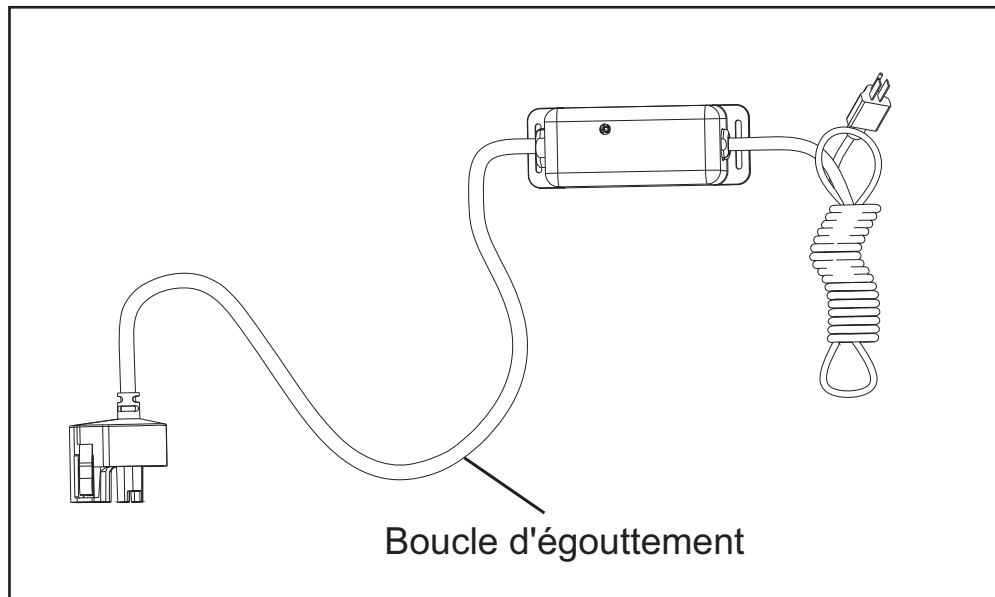

Figure 4 Boucle d'égouttement
- Le dispositif de commande devrait être monté soit au-dessus, soit à côté de la chambre à UV. Montez toujours le dispositif de commande à l'horizontal pour éviter que l'humidité coule le long du cordage et provoque un incendie. Des boucles d'égouttement dans tout le cordage branché au dispositif de commande sont hautement recommandées. Consultez la Figure 4.
- Montez le dispositif de commande horizontalement au mur, à côté de la chambre à UV. Dans l'idéal, placez le dispositif de commande au-dessus de la chambre et loin de tout point de branchement d'eau, pour éviter toute fuite potentielle d'eau sur le dispositif de commande au moyen d'une fuite au niveau d'un point de connexion ou d'un système « transpirant ». Assurez-vous d'avoir laissé une « boucle d'égouttement » comme indiqué dans la Figure 4 sur la lampe UV, le capteur UV et le cordon d'alimentation, à nouveau, pour empêcher l'eau de pouvoir entrer dans le dispositif de commande.